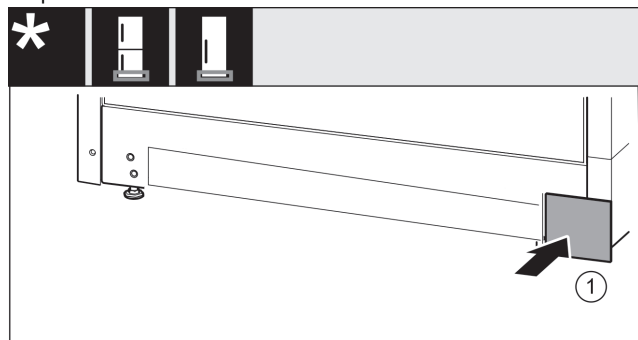

Fig. 19
- ▶ Așezați capacul Fig. 19 (1) din nou pe cealaltă parte.